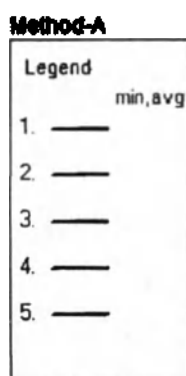

Рисунок 41 - «ResultGraph» («График результатов»). Наклон: цвета изолиний графика «Method-A» (Метода А) («min, avg» (мин., среднее значение))
2. Наклон: показывает цвета изолиний графика Метода А (рисунок 41).